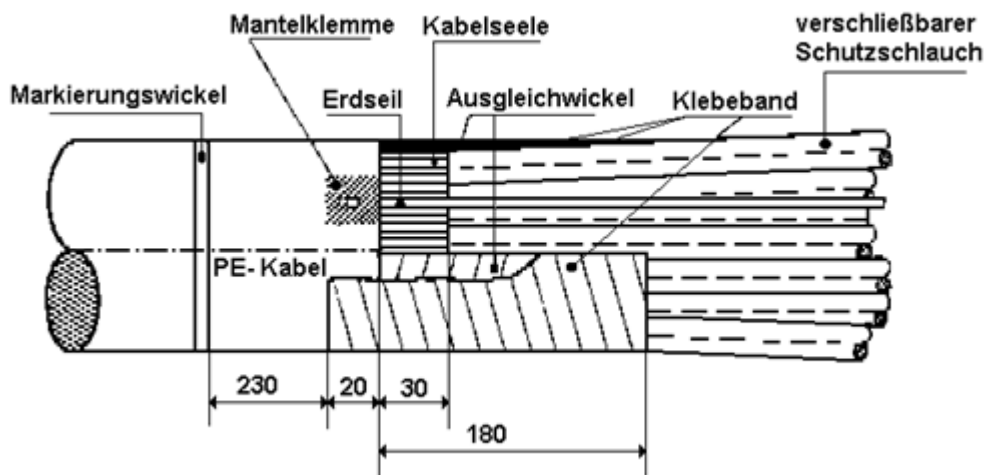

Abbildung 11: Absetzstelle
- Die Absetzstelle ist nach *Abbildung 11* herzustellen.